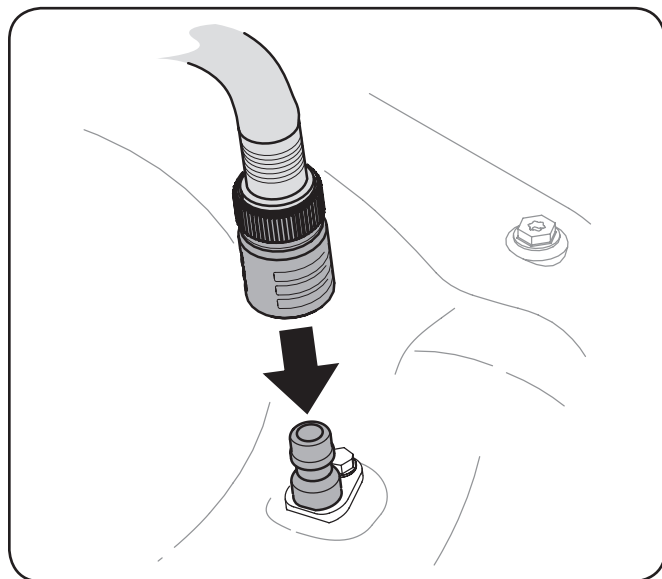

Figure 6-2
3. Una el acople de la manguera al puerto de agua que se encuentra en la superficie de la plataforma. Vea Figure 6-2.